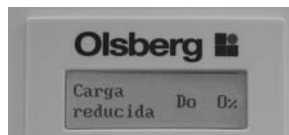

Fig.24
- pulsando OK puede realizar los ajustes manualmente. Se llamará el punto de menú día de la semana y la reducción de grado de carga correspondiente (fig.24). Con las teclas + o - puede ajustar el día de la semana y confirmar con OK. Después puede definir con + o - la reducción de grado de carga correspondiente (de 0 a 70%). Con OK confirmará este par de valores. Después puede definir más días de semana con las reducciones correspondientes.